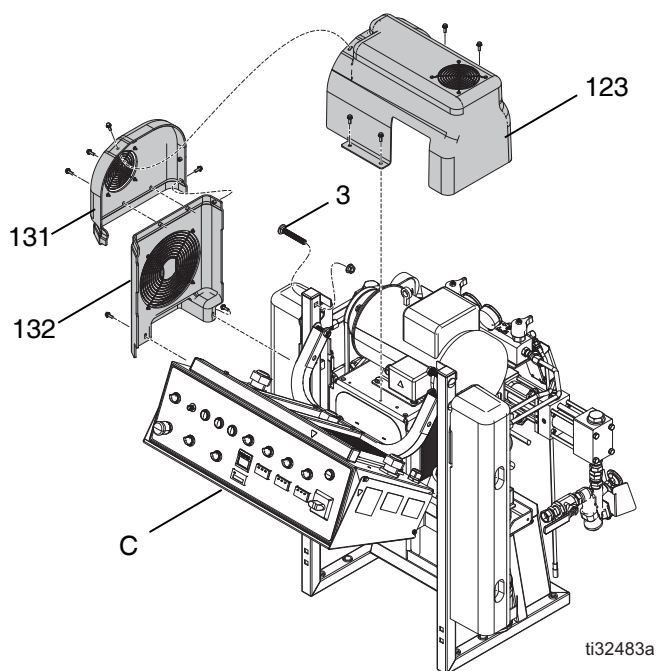
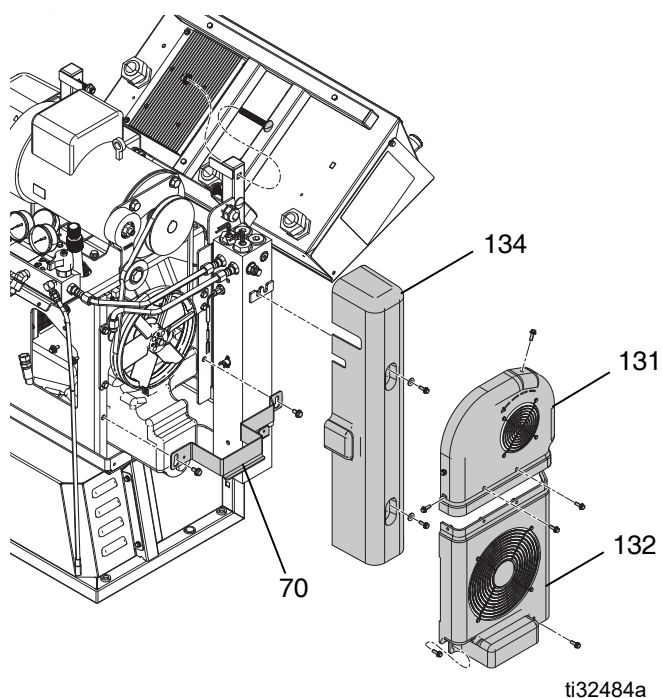

FIG. 63
FIG. 64
6. Quite las tapas del motor y de la correa (123, 131). Retire la tapa (123) y afloje los elementos de fijación del soporte plateado (70). Retire el soporte plateado (70) de los elementos de fijación y apártelo. Quite las cubiertas de la correa (131, 132). Quite la tapa del calentador (123). Vea la FIG. 63 y la FIG. 64.